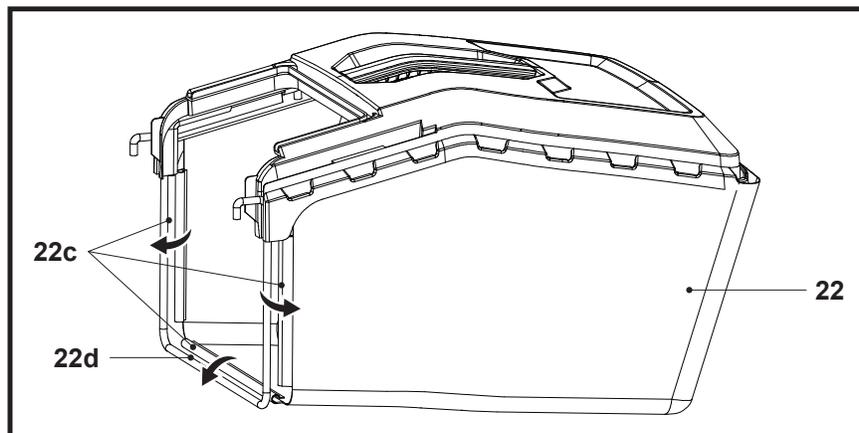

Fig. 5
1. Le bac de ramassage (22) est livré partiellement assemblé.
2. Attacher les trois clips en caoutchouc (22c) sur la tige de support (22d) du bac de ramassage (22) (Fig. 5) ; le bac de ramassage (22) est alors prêt à l'emploi.